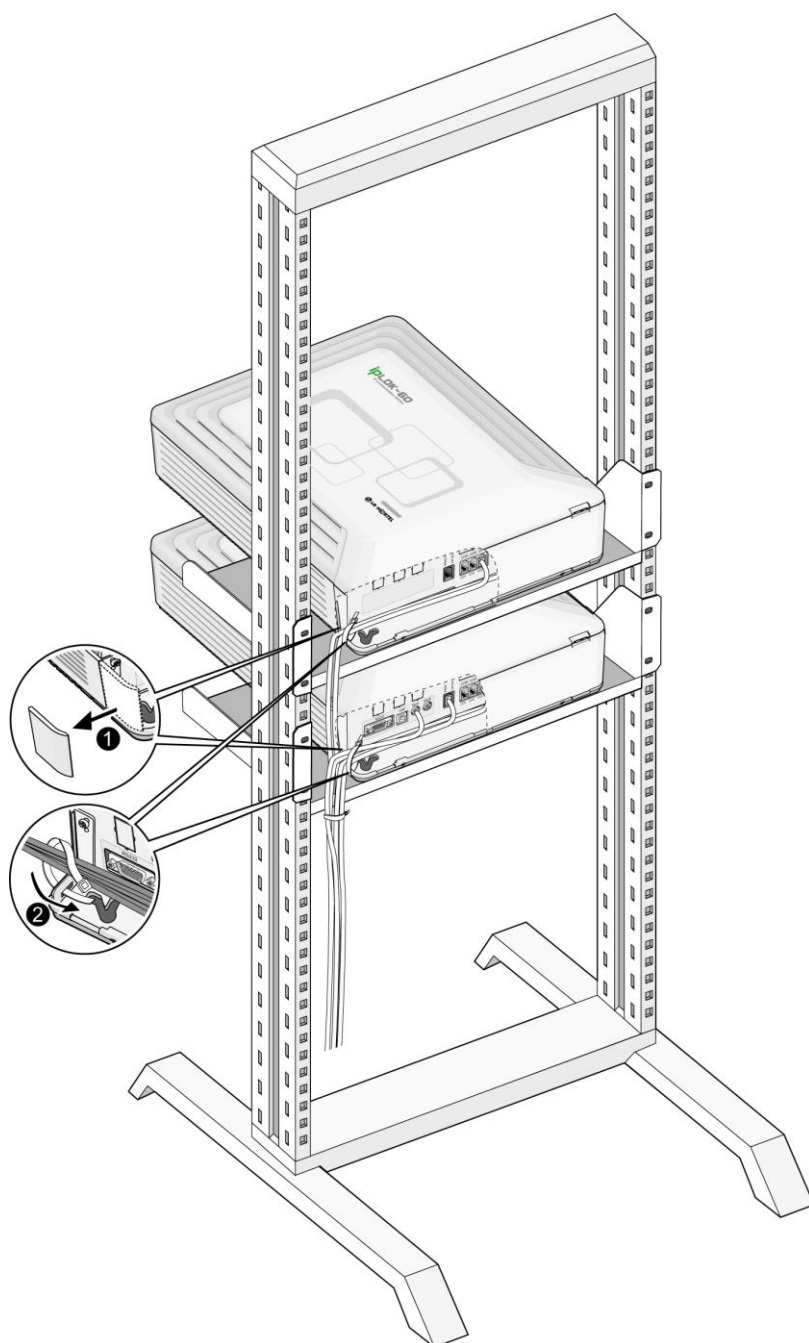

Рис. 5.2.2 Прокладка кабелей при монтаже в стойку
2. Подсоедините кабели к порту CO/STA и портам МОН/RS-232С как показано на Рис. 5.2.2.